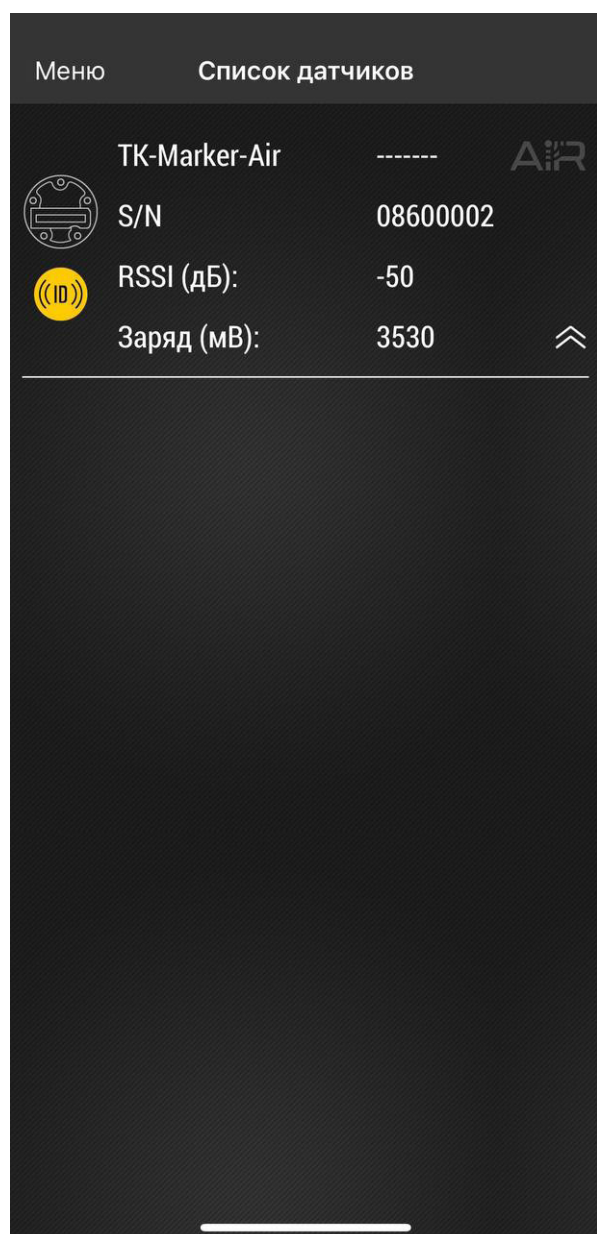

Рис.3. Найденные устройства.
- Запустите приложение USP Tool. Откроется окно поиска датчиков. Если в радиусе действия Bluetooth есть ранее активированные датчики, находящиеся в режиме «Работа» или «Конфигурация», они появятся на экране устройства (**Рис.3**).